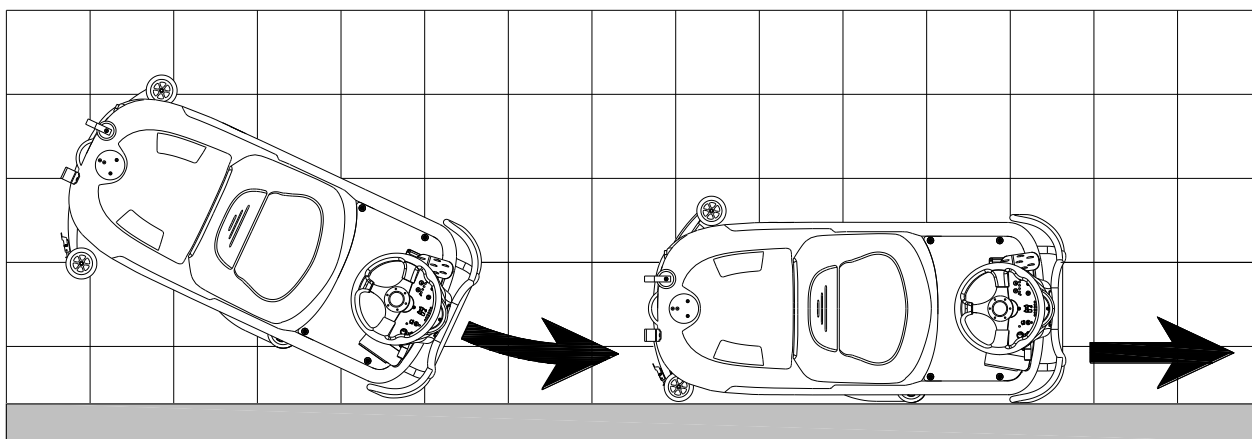
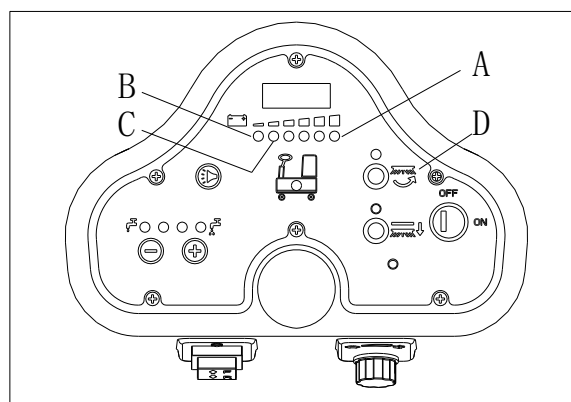

Figura 11
Figura 12
Per un corretto lavaggio/asciugatura del pavimento lungo le pareti, suggeriamo di avvicinarsi alle pareti con il lato destro (lato della ruota paracolpi) della macchina come mostrato in Figura 11.
Quando la luce verde (A, Figura 12) è accesa, le batterie hanno abbastanza potenza perché la macchina funzioni normalmente; quando tutte le luci verdi sono spente, si accende la luce gialla (C, Figura 12), la potenza delle batterie è troppo bassa, si prega pertanto di ricaricare le batterie; quando la luce rossa (B, Figura 12) lampeggia, le batterie si sono scaricate, il motore di aspirazione e il motore delle spazzole si spegneranno automaticamente dopo pochi secondi; si prega di guidare la macchina a ricaricare le batterie immediatamente.
Se il sistema di aspirazione si spegne accidentalmente (per esempio, quando il galleggiante è attivato a causa di un improvviso movimento della macchina), per riprendere il funzionamento: spegnere il sistema di aspirazione premendo l'interruttore (D, Figura 12), quindi aprire il coperchio (A, Figura 11) e verificare che il galleggiante dentro la griglia (B) sia sceso a livello dell'acqua. Quindi chiudere il coperchio (A) e accendere il sistema di aspirazione premendo l'interruttore (D, Figura 12).
2. Sollevare la testata spazzole/disco trascinatore (H, Figura 12) premendo il pedale (G).
3. Sollevare il tergilpavimento con la leva (H).
5. Svuotare l'acqua di recupero con il tubo (D). Quindi, sciacquare il serbatoio con acqua pulita.